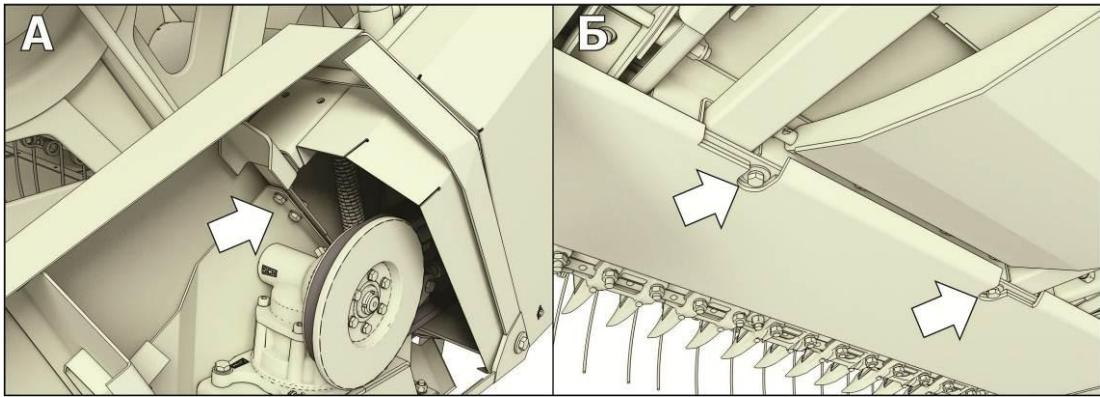

Рисунок 5.18 - Установка копирования режущего аппарата
- 1) зафиксировать передние опоры и подвижные боковины режущего аппарата на каркасе жатки болтокрепежом (рисунок 5.18) , при этом режущий аппарат примет положение, показанное на рисунке 5.19;
- 2) открепить болтотрепеж крепления подвижных боковин режущего аппарата к каркасу с обеих сторон жатки (рисунок 5.18);
- 3) открепить болтотрепеж крепления подвижных опор режущего аппарата к каркасу (рисунок 5.18) по всей ширине жатки, при этом режущий аппарат примет положение, показанное на рисунке 5.24. В этом случае высота среза 30 мм будет постоянной, а режущий